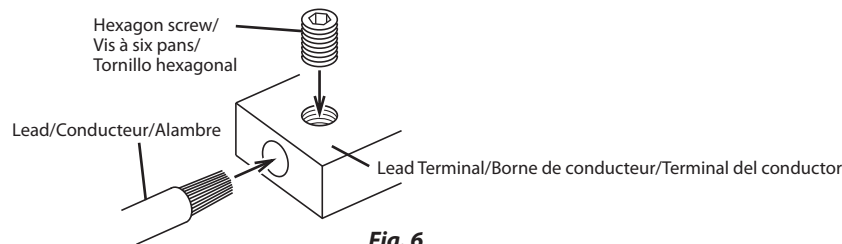

Fig. 6
3. Tighten the set screw with the hexagon wrench (included) to secure the lead. (Fig. 6)
3. Serrez la vis avec une clé hexagonale (fournie) pour fixer le fil. (Fig. 6)
3. Apriete el tornillo hexagonal (incluido) para fijar el cable. (Fig. 6)